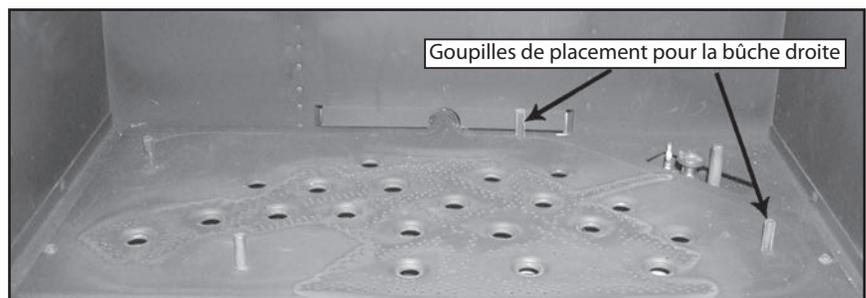

Figure 53: Étape 1 du placement du journal.
2. Placez le jeu de bûches dans la chambre de combustion. Localisez chaque bûche en la plaçant sur les goupilles de support du plateau du brûleur. Suivez Figure 53 à la Figure 60 pour placer correctement les bûches.